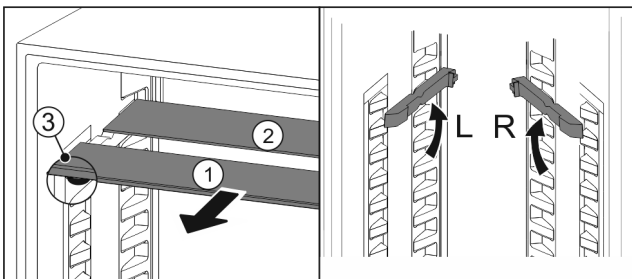

Fig. 68
- Sortir les tablettes par l'avant Fig. 68 (1).
- La tablette en verre Fig. 68 (1) avec bordure décorative est située à l'avant.
- Les butées Fig. 68 (3) sont orientées vers le bas.